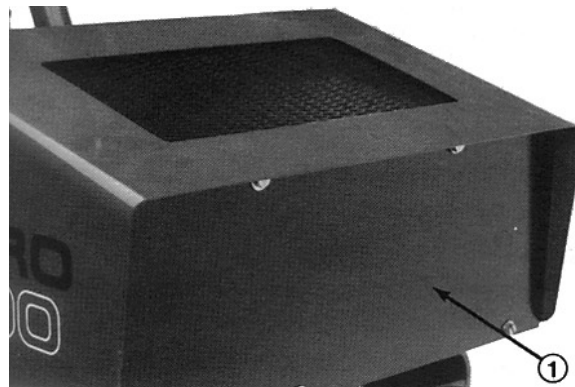

Fig. 10
SMØRING (fig. 10)
1. Fjern de fem (5) skruer, som fastholder frontpanelet på rammen (fig. 10). Find smørefitting'en gennem åbningen i rammen.